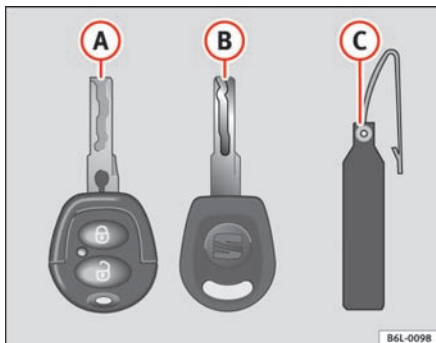

Fig. 45 Nøglesæt
- en nøgle med fjernbetjening ⇒ fig. 45 A
Det er ikke muligt at få lavet ekstranøgler uden nøglenummeret på nøglevedhængen ⇒ fig. 45 B. Derfor skal du være opmærksom på følgende: